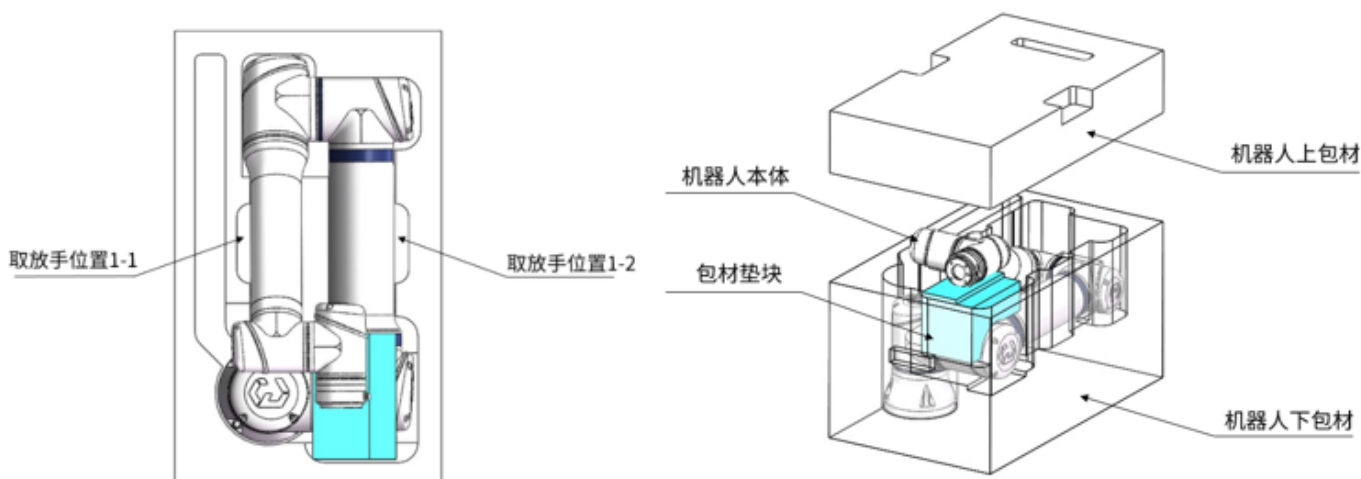

图 6-1: 机器人打包图 1
1. (A1: 45°、A2: -180°、A3: 155°、A4: 0°、A5: 25°、A6: 0°)，如图 6-1所示；